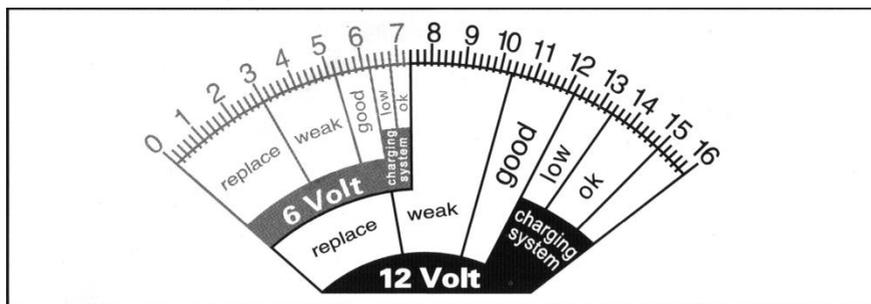

Рис. 2. Результаты диагностики 12В батареи
4. Удерживая переключатель LOAD SWITCH посмотрите показания прибора (см. рис. 2 или 3).